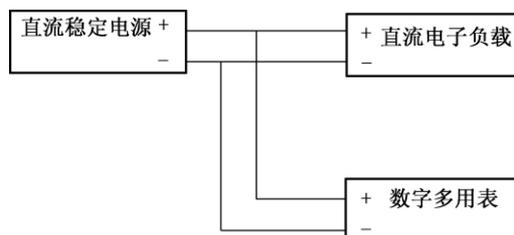

图 1 电压测量校准图
如图 1, 将直流稳定电源的正负输出端连接至直流电子负载的正负输入端, 被校电子负载处于非加载状态, 数字多用表作为标准表监视直流稳定电源输出的电压。
连接方法如图 1。将直流稳定电源设置为 CC 模式，输出设定为 0V。将数字多用表设置为“DCV”功能。将直流电子负载设置为定电压 (CV) 模式，选择并设定合适的电流量限及校准电压值。